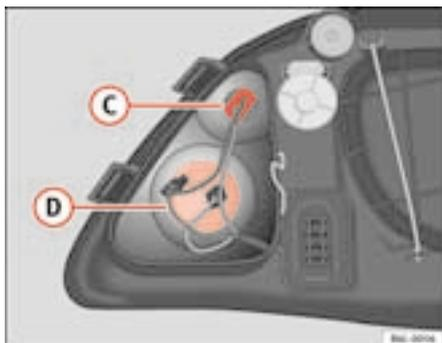

Fig. 152 Indicatore di direzione
- Ruotare verso sinistra il portalampade ed estrarlo dal proprio alloggiamento ⇒ fig. 152 ②.